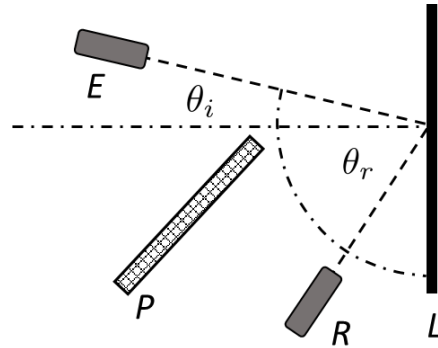

Figura 3: Montaje experimental para estudiar reflexión de pulsos de ultrasonido.
- Arme el montaje que se muestra en la figura 3, donde L representa una superficie metálica y P es una pantalla, de algún material como plumavit o cartón, que tiene por objeto impedir la llegada de ultrasonido directamente del emisor al receptor, sin incidir sobre la superficie reflectante.
- Con las posiciones del emisor fija, en un ángulo entre la dirección de la onda incidente y la normal a la superficie de la placa, gire el detector, siguiendo un arco de circunferencia (ver figura 3), registrando el ángulo para el cual la intensidad de ultrasonido que mide el osciloscopio resulta máxima.